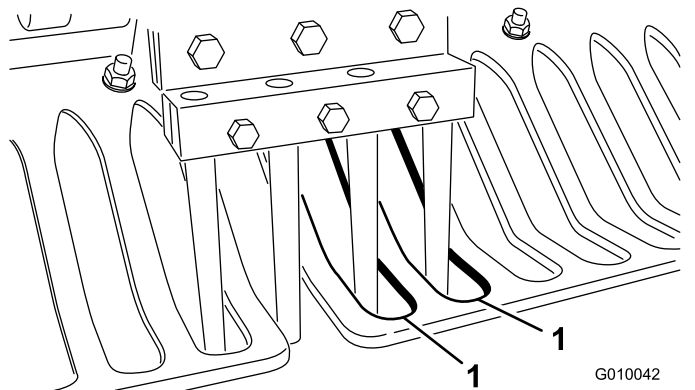

Рисунок 26
7. Проверьте, чтобы зубья были выровнены по центрам прорезей в травотбойниках (Рисунок 26). Отрегулируйте травотбойники должным образом и затяните гайки.